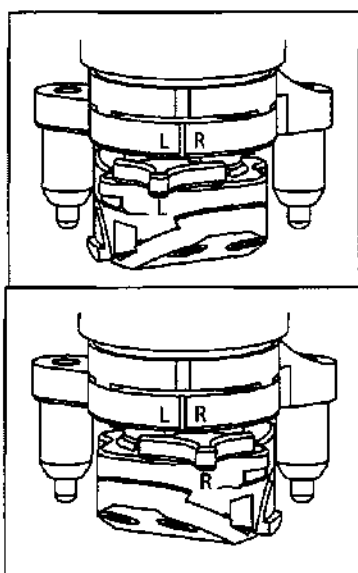
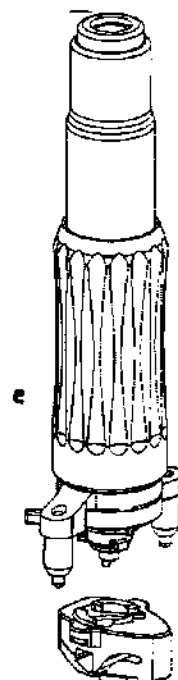

Рис. 4-12: Конфигурация для работы на правом глазе
Рис. 4-14: Сборка
10. Поверните селекторный переключатель на устройстве поворотного рычага для выбора нужного глаза: L для левого глаза или R для правого (fig. 4-11, fig. 4-12).
12. Соедините головку Микрокератом ZYOPTIX XP с установленным в устройство поворотного рычага одноразовым лезвием Микрокератом ZYOPTIX XP путем помещения трех выступов на селекторном переключателе в три паза на головке (рис. 4.14). После установки головки поверните ее до сопоставления значка L на головке со значком L на устройстве поворотного рычага для работы на левом глазе (рис. 4.11) или поверните головку до сопоставления значка R на головке со значком R на устройстве поворотного рычага для работы на правом глазе (рис. 4-12).